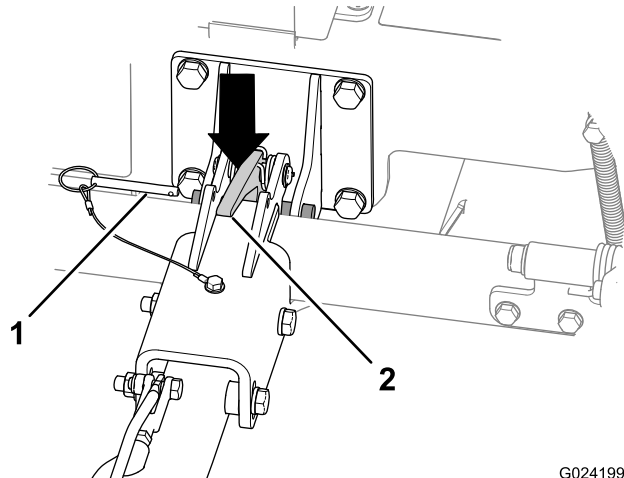

图27
- A. 拔出锁定销（图27）。
- C. 向下推压挂钩门锁，以打开挂钩门锁（图27）。